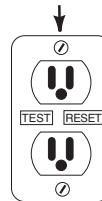

Figura 1
- La bomba debe conectarse a una toma con puesta a tierra que incluya un interruptor de circuito de tierra accidental (GFCI) (*Figura 1*).
- Inserte el enchufe del cordón de suministro eléctrico de la bomba directamente en la toma eléctrica de puesta a tierra de 115 voltios que está protegida mediante un interruptor de circuito de tierra accidental. (Figura 1)